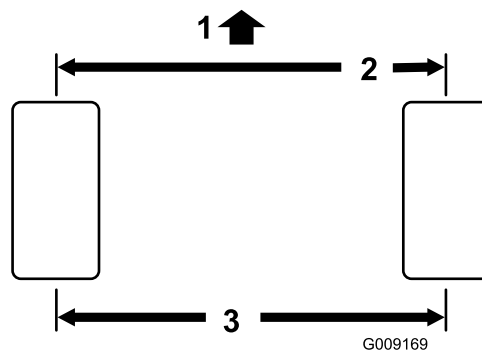

Figure 100
**Remarque:** Le pincement à l'avant doit être inférieur de 3 mm au pincement à l'arrière (Figure 100).